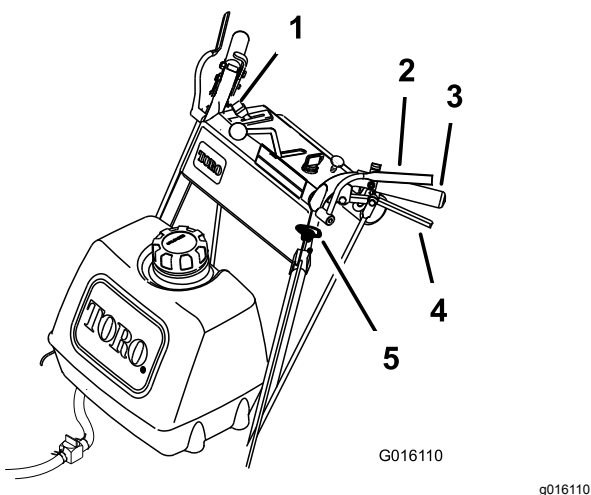

Figure 12
1. Pour engager les lames, serrez les leviers de commande de présence de l'utilisateur (OPC) contre les poignées (Figure 12).
1. Poussez le bouton de commande des lames (PTO) à la position ARRÊT (Figure 12).
2. Le moteur est coupé et les lames s'arrêtent (Figure 12) si vous relâchez les leviers de commande de présence de l'utilisateur (OPC) alors que le bouton de commande des lames est engagé.